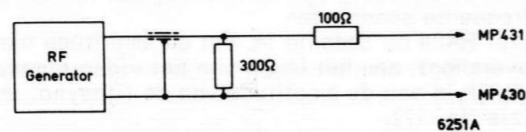

Fig. 18
- HF generator aansluiten tussen MP430 en MP431 via netwerk zoals in fig. 18 staat aangegeven.
- Sluit een HF generator aan tussen MP430 en MP431 via netwerk volgens fig. 18.